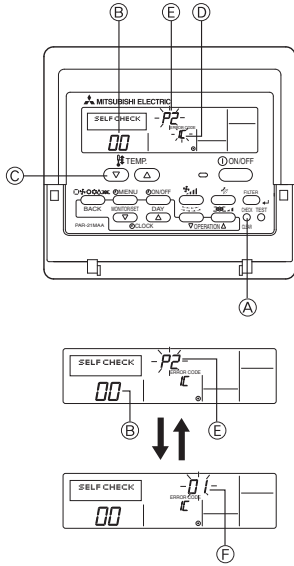

Fig. 7-2
7.3. Otomatik kontrol (Fig. 7-2)
- ① Gücü açın.
- ② [CHECK] (Test) düğmesine iki kez basın.
- ③ Sistem denetimi kullanılıyorsa, [TEMP] (derece) düğmesiyle soğutucu adresini ayarlayın.
- ④ [ON/OFF] (Açma / Kapama) düğmesine basıp, otomatik kontrolü durdurun.